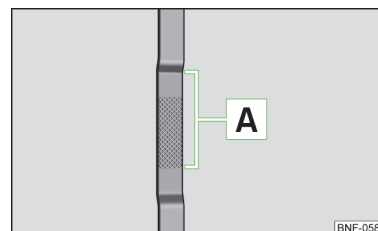

Fig. 101
Oliepind » Fig. 101
- Oliestanden må aldrig være over eller under området  » Fig. 101 – risiko for beskadigelse af motoren og udstødningssystemet.